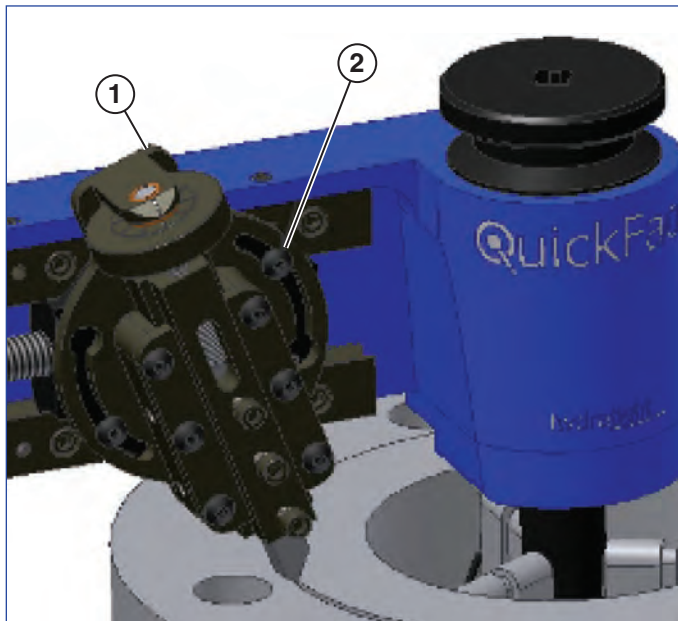

Abb. 11
2. Lösen Sie die Kreuzschlittenschrauben, um den Kreuzschlitten zu kippen. Der bevorzugte Winkel des Schlittens ist zwischen 10 und 30 Grad von der Senkrechten. Achten Sie darauf, dass der Schlitten genug gekippt ist, damit er in einem kontinuierlichen Arbeitsgang über die gesamte Fläche geht, ohne die Reichweite zu verlassen (*siehe Abb. 11*). QuickFace schneidet vom Außendurchmesser in Richtung Innendurchmesser.